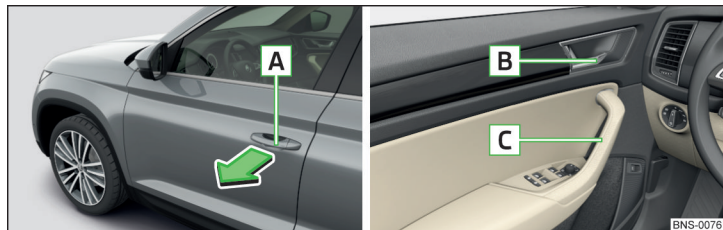

Fig. 55 Poignée de la portière / manette d'ouverture des portières
- Pour **ouvrir de l'extérieur**, déverrouillez le véhicule et tirez sur la poignée **A** dans le sens de la flèche » fig. 55.